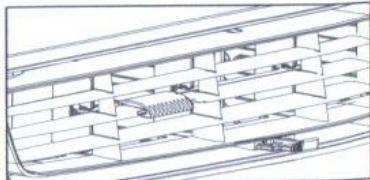

Figure 1 (VENT FERMÉ)
- Faire recirculer l'air à l'intérieur de la pièce – évent fermé (voir Fig. 1)